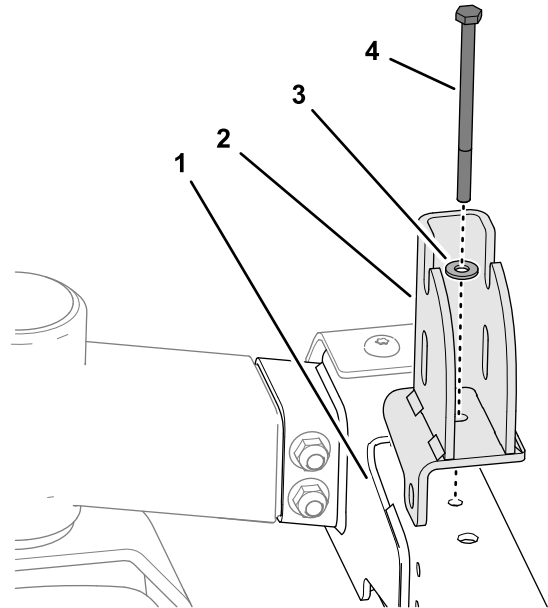

Figure 8
- Fixez le support de la poignée de maintien sur le profilé gauche du cadre à l'aide de la vis ($\frac{1}{4}$ " x 4") et la rondelle ($\frac{1}{4}$ " x $\frac{5}{8}$ "), comme montré à la Figure 8.